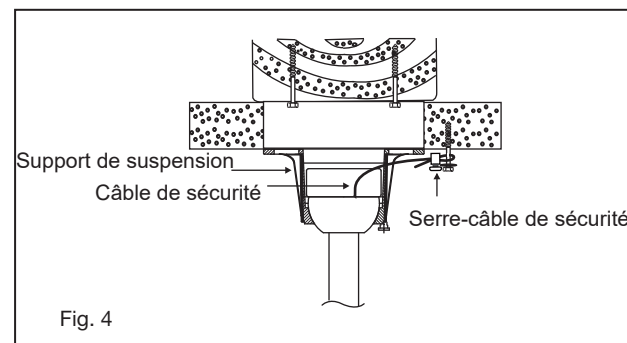

Fig. 4
- 8 Fixez la verrière au support de suspension en insérant les ouvertures du logement de clés de la verrière sur les vis du support de suspension (Fig.4), et tournez le ventilateur vers la droite pour engager les vis dans le logement de clés.
- 3 Soulevez la boule / tige de suspension / ventilateur dans l'ouverture du support de suspension. REMARQUE: La languette opposée à l'ouverture du support de suspension doit s'insérer dans la fente de la boule. (Fig.4)
Fixez le tire-fond et la rondelle plate à la solive du plafond. Fixez le câble de sécurité au tire-fond. Faites glisser le serre-câble sur le câble de sécurité (du ventilateur). Placez l'extrémité du câble à travers le tire-fond. Tirez autant de câble que possible sur le tire-fond. Introduisez l'extrémité du câble dans le trou de serrage et serrez fermement la vis (Fig.4). Coupez l'excédent de câble de sécurité.